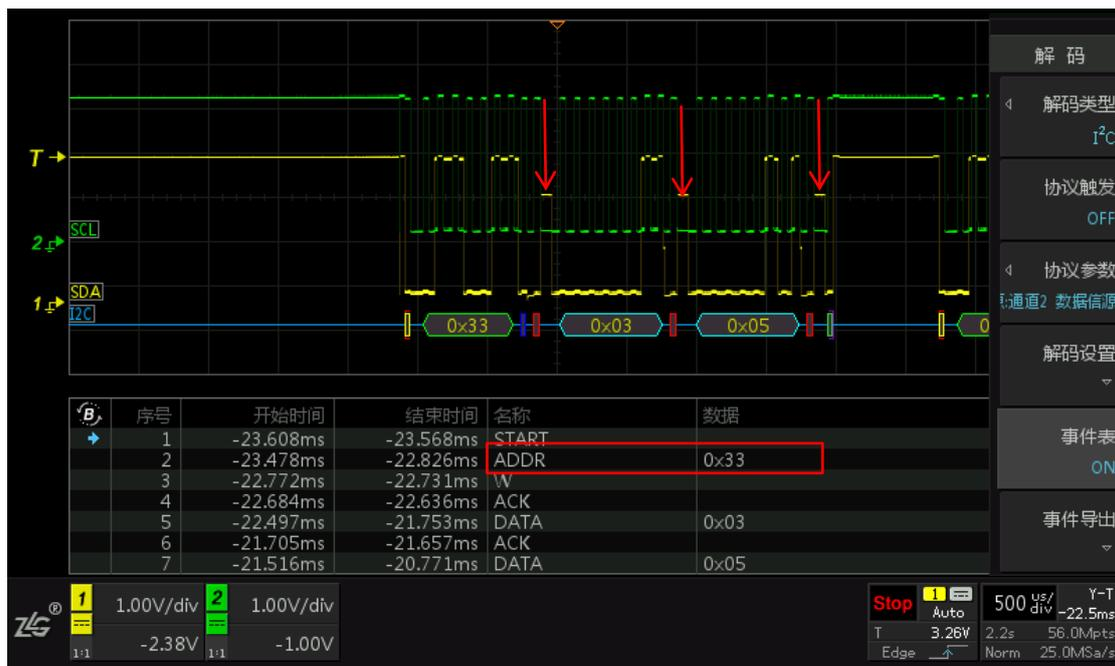
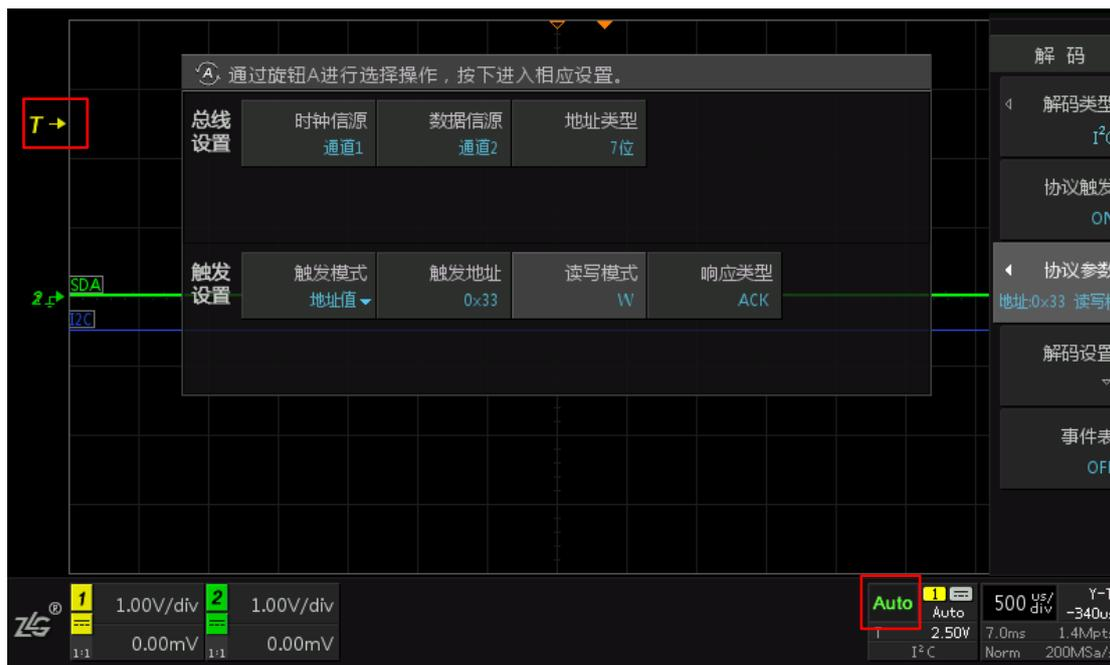

图 2.6 IIC 信号
图 2.7 IIC 特定地址触发
使用 ZDS2022 示波器测试 IIC 数据（被测 IIC 信号中包含 0x33 地址位，如图 2.6 所示）时，设置触发为 IIC 模式触发，设置地址位触发，地址位为 0x33，写模式，ACK 响应。但设置之后却无法对数据进行触发，如图 2.7 所示。
(1) 时钟信源和数据信源设置反了。图 2.6 的波形数据信源为通道 1，时钟信源为通道 2，而图 2.7 的设置却相反了。
(2) 触发电平设置错误。通道 1 的触发电平（左边黄色 T）处于波形的上方。应该使触发电平介于高电平和低电平之间。